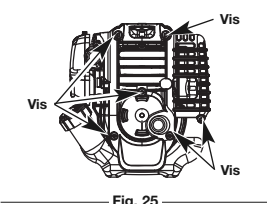

Fig. 25
1. Retirez les six (6) vis à l'arrière de la couverture du moteur avec un tournevis plat ou un tournevis Torx T-25 (Fig. 25).
4. Déposez le couvercle du moteur (Fig. 25).